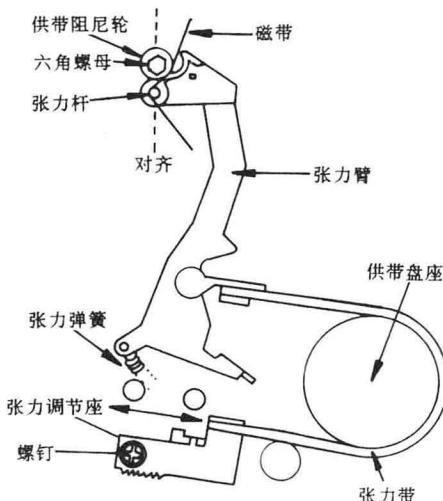

图 10 张力杆位置的检查调整
(1) 张力杆位置的检查, 如图 10。
如果张力杆的位置不对, 可用改刀将图 10 中的固定张力带的螺钉稍微拧松, 向左(A 方向)移动张力带调节座, 张力杆就向阻尼轮右侧偏; 向右(B 方向)移动张力带调节座, 张力杆就向阻尼轮左侧偏, 直到张力杆中心与阻尼轮中心对准为止。